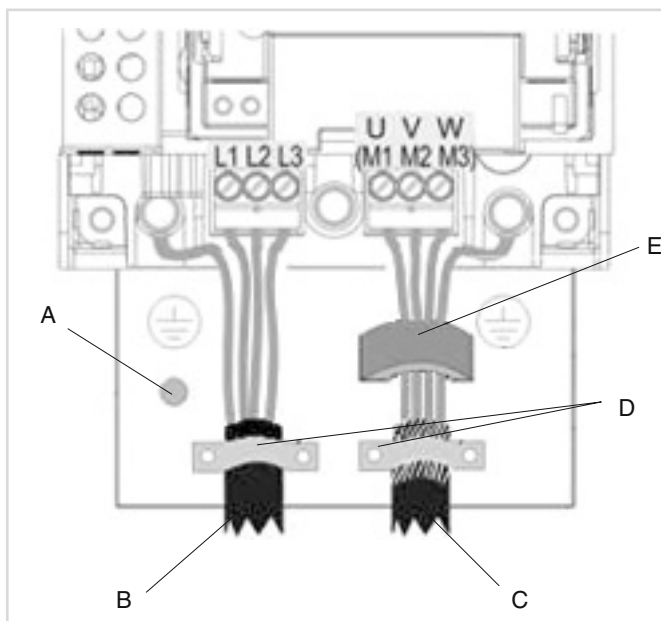

Рис. 10: Подключения силовых кабелей (кабель эл. питания и кабель мотора)
Крепления для силового кабеля и кабелей управления стандартно поставляются в комплекте аксессуаров. С целью соответствия EMC -классу C2, для преобразователей частоты VARIPACK с размером корпуса до FJU+145 они должны монтироваться вместе с ферритовым сердечником или ферритовыми сердечниками (см. рис. 10, стр. 17).
Графические пояснения см. на рис. 10, стр. 17.
- Проведите кабель питания и кабель мотора, сквозь имеющиеся кабельные входы под скобами для крепления кабелей, в преобразователь частоты VARIPACK (см. рис. 10, стр. 17) и подключите к клеммам эл. питания и мотора. Соблюдайте рекомендации относительно моментов затяжки клемм, приведенные в таблице 3 на стр. 15.